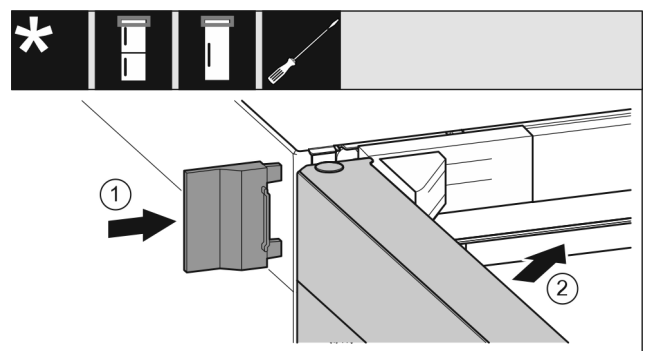

Fig. 25
- ▶ Natakните vanjski poklopac Fig. 25 (1).
- ▶ Zatvorite gornja vrata Fig. 25 (2).